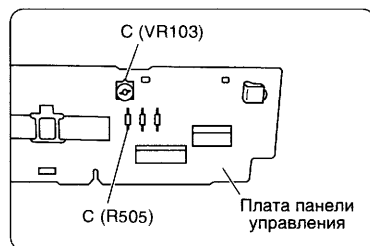

Рис. 18. Печатная плата панели управления в модели FC310
– установите на измерительном приборе диапазон «20 кОм» и замерьте сопротивление между выводом потенциометра VR103 и выводом резистора R505 на снятой неисправной плате панели управления (см. рис. 18).